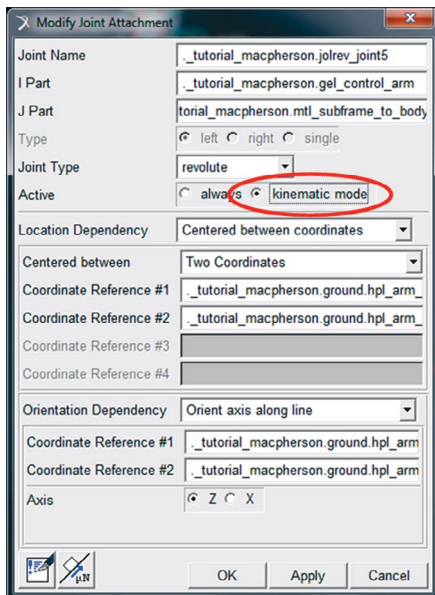

Figura 4.105 – Modificação realizada na junta *joint5*.
- Na janela *Modify Joint Attachment*, selecione o item *Kinematic mode* (Figura 4.105).